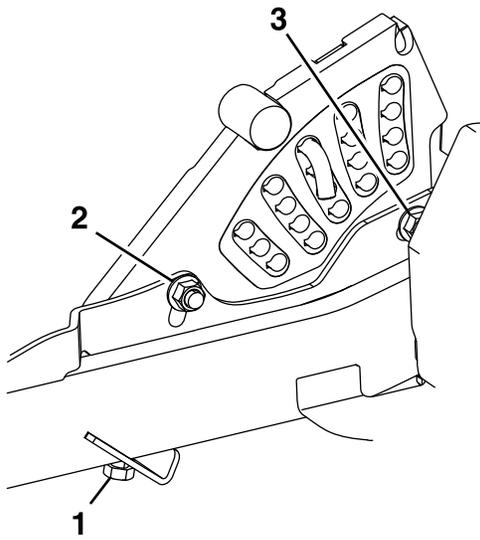

Bild 78
11. Wenn die vier Einstellvorrichtungen des Mähwerks nicht ausreichend eingestellt sind, um die genaue Schnitthöhe mit dem gewünschten Rechen zu erreichen, können Sie die zentrale Einstellvorrichtung (Bild 78) einstellen.
12. Um das zentrale Einstellsystem einzustellen, lösen Sie zunächst die vorderen und hinteren Befestigungsschrauben für die Höhenverstellplatte (Bild 78).
14. Ziehen Sie die zwei Schrauben unten an der Schnitthöhenplatte an (Bild 78).